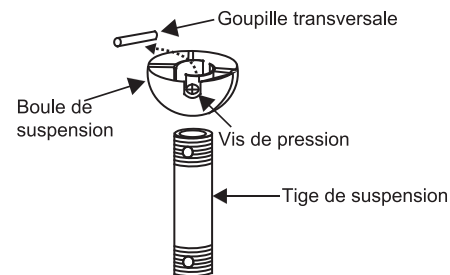

Fig. 7
Étape 5. Retirez la boule de suspension de la tige de fixation en desserrant la vis de blocage, en dévissant et en retirant la goupille transversale et en retirant la boule de la tige (Fig. 7).